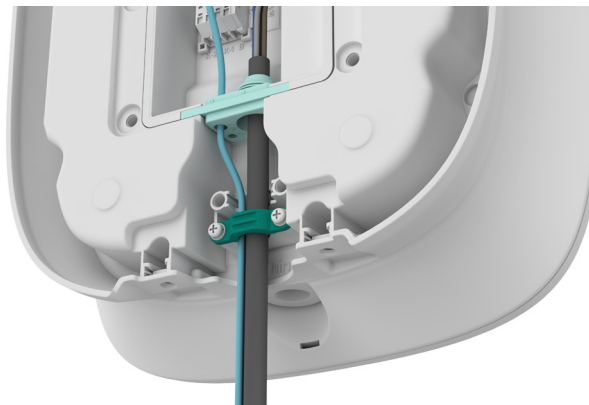

Figure 10. Serre-câble en plastique
- 8 Fixez les câbles à l'aide du serre-câble en plastique, comme le montre la figure 10.